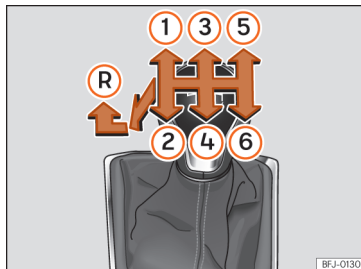

Fig. 123 Diagrama unei cutii de viteze manuală cu 6 trepte.
Pozițiile treptelor sunt indicate pe maneta schimbătorului» **fig. 123.**
- Cu maneta schimbătorului în punctul neutru, apăsați-o în jos, deplasați-o spre stânga la maximum și apoi înainte pentru a selecta marșarierul » **fig. 123 R.**